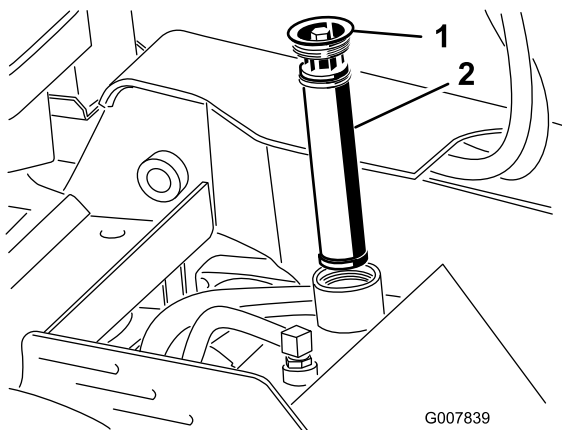

Figura 58
4. Remova e descarte o filtro usado (Figura 58).
5. Instale o novo filtro hidráulico e a tampa de enchimento (Figura 58), e aperte o parafuso superior com torque de 13 a 15,5 N·m (110 a 140 pol.-lb).
5. Remova a tampa de enchimento e o filtro do reservatório hidráulico (Figura 58).
10. Instale o filtro hidráulico e a tampa de enchimento (Figura 58), e aperte o parafuso superior com torque de 13 a 15,5 N·m (110 a 140 pol.-lb).